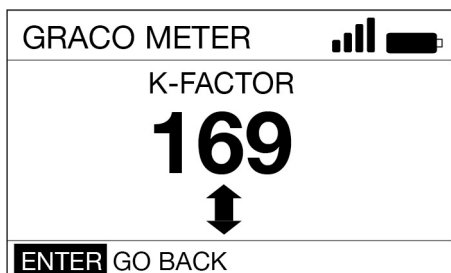

Рис. 26
8. Запишите отображаемый в настоящий момент коэффициент калибровки. В примере, изображенном на Рис. 26 коэффициент калибровки равен 169.